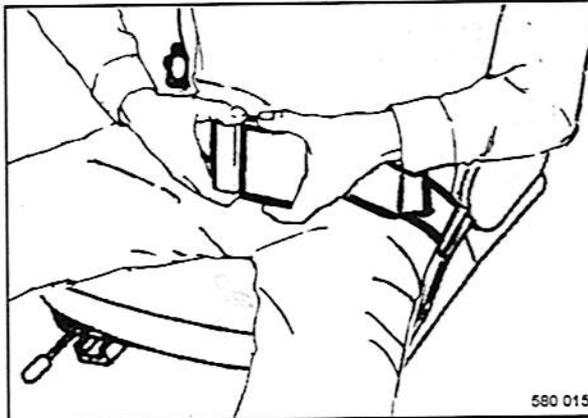

Fig. 51
- Poner el cinturón de seguridad (Fig. 51).